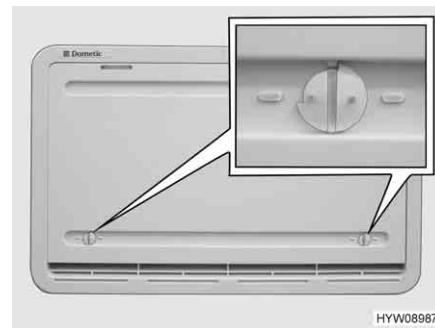

Fig. 169 Copertura invernale (griglia di aerazione del frigorifero)
Le coperture invernali (Fig. 169) proteggono il gruppo frigorifero dall'aria fredda. Posizionare le coperture invernali davanti a entrambe le griglie di aerazione del frigorifero quando la temperatura esterna scende al di sotto di +10 °C (sia per funzionamento elettrico che a gas).
- Aprire entrambi i blocchi (Fig. 169), la scanalatura risulterà orizzontale.